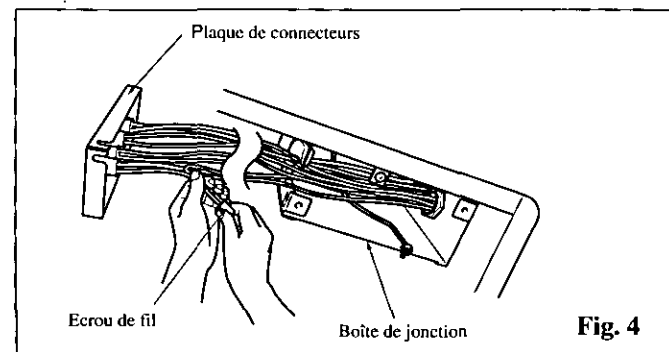

Fig. 4
5. Retirez les vis pour sortir la plaque de connecteurs à la boîte de jonction. Reportez-vous au schéma de connexions. (Page 6) Avec les capuchons de connexion, connectez les fils de l'alimentation électrique à ceux du ventilateur: noir avec noir, blanc avec blanc, vert avec vert. (Fig. 4) Remettez la plaque de connecteurs et la plaque de boîte de jonction en place.